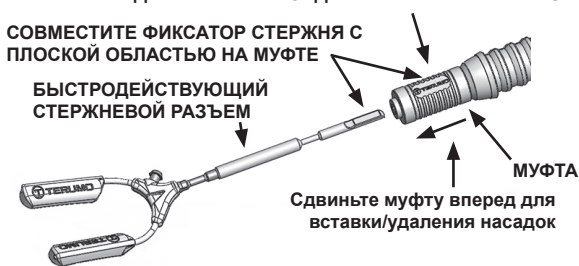

Рисунок 4 — Присоединение вспомогательного устройства к универсальному рычагу-стабилизатору Hercules™ 3 (идентификационный номер изделия T401161)
- a. Чтобы подсоединить насадку со стандартным **БЫСТРОДЕЙСТВУЮЩИМ СТЕРЖНЕВЫМ РАЗЪЕМОМ Terumo**, сдвиньте муфту универсального рычага-стабилизатора Hercules вперед и вставьте стержень насадки в быстродействующий разъем; фиксатор стержня (насадки) должен быть обращен к плоскому участку (лыске) муфты универсального рычага-стабилизатора Hercules с логотипом (см. рис. 4). Верните муфту в исходное положение для блокировки вспомогательного устройства на быстродействующем разьеме. Проверьте надежность соединения.